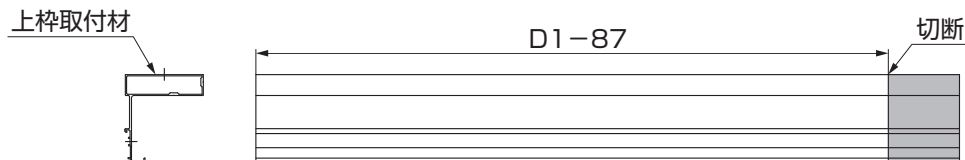

図5-10 出幅側の切断
- ③ 出幅側の上枠取付材を(D1-87)mmで切断してください。(図5-10参照)
- ③出幅側の上枠取付材を(D1+23)mmで切断してください。(P.14の図5-10参照)